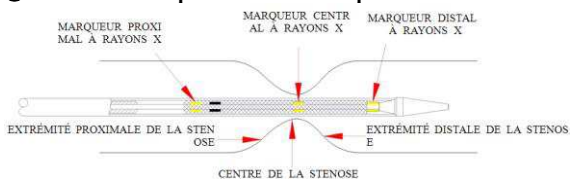

Figure 3
- Vérifiez le positionnement au cours du déploiement de l'endoprothèse (point de non retour au niveau du marqueur central radio-opaque) et continuez à tirer sur le connecteur Y jusqu'à ce que l'endoprothèse soit entièrement déployée. (Voir figure 3, 4)